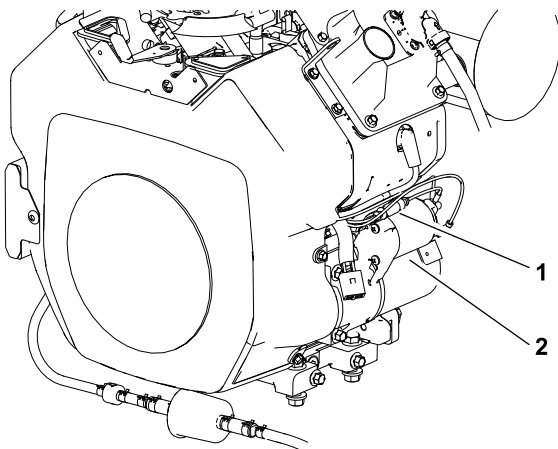

Figure 41
2. Près de démarreur, séparez les deux moitiés du porte-fusible en ligne du faisceau du moteur (Figure 41).
5. Assemblez les moitiés du porte-fusible (Figure 41).